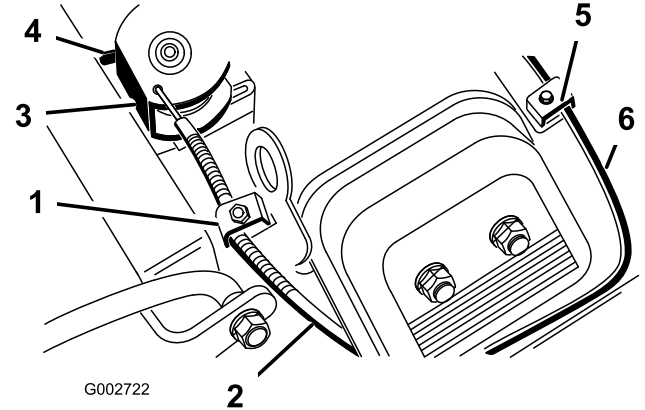

图 38
2. 松开将油门拉线固定到发动机上的夹紧螺丝图 38。
4. 拉紧油门拉线直至转盘的后部接触到限位器图 38。
2. 松开将阻风门拉线固定到发动机上的拉线夹紧螺丝图 38。
4. 拉紧阻风门拉线图 38 直至蝶形阻风门完全关闭然后旋紧拉线夹紧螺丝。